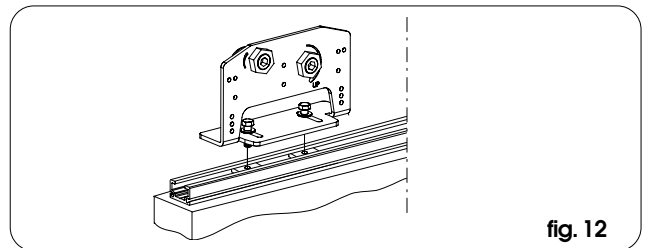
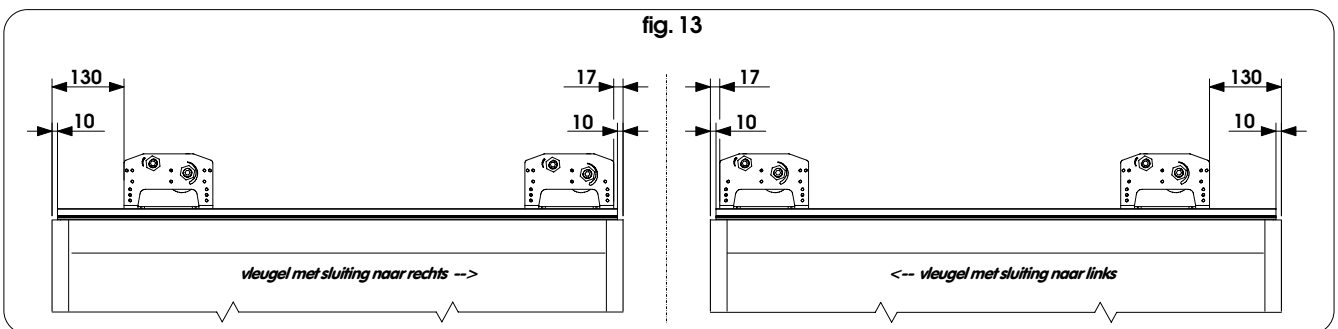
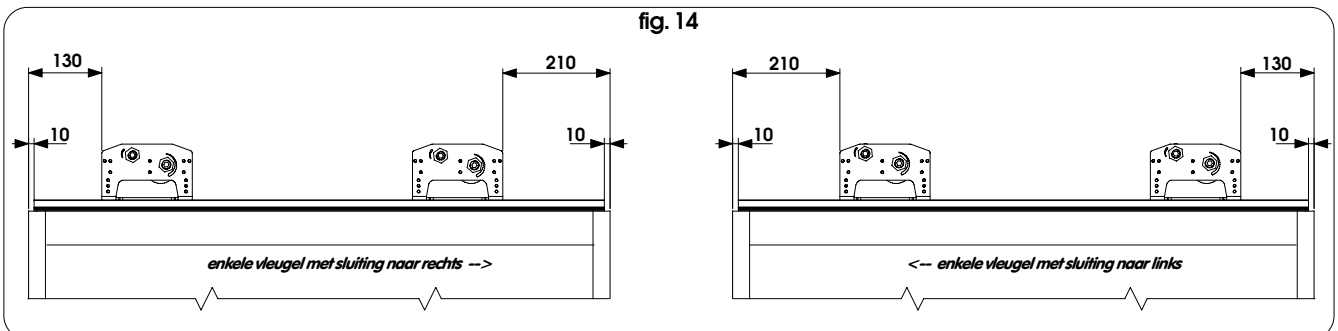

fig. 12
fig. 13
fig. 14
- Zet aan elke vleugel twee wagens vast met behulp van de bijgeleverde winkelhaakjes en schroeven, zoals op fig. 12. Voor de plaatsing, zie fig. 13 (twee vleugels) en fig. 14 (één vleugel).